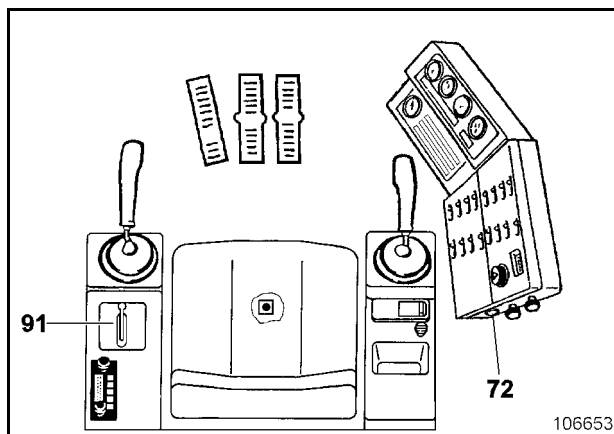

Fig. 2-44:
- Poner la palanquita (91, Fig. 2-44:) en función del grado de calefacción hacia adelante. La posición delantera representa el poder de calefacción máximo.